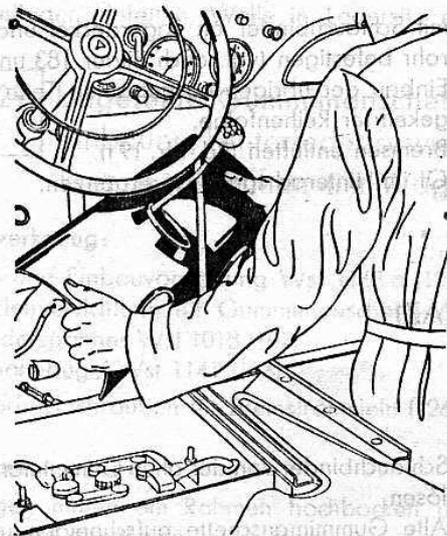

Bild 198
2. Fußbodenbelag, Bodenbretter und Tunnel ausbauen und herausnehmen (Bild 198).